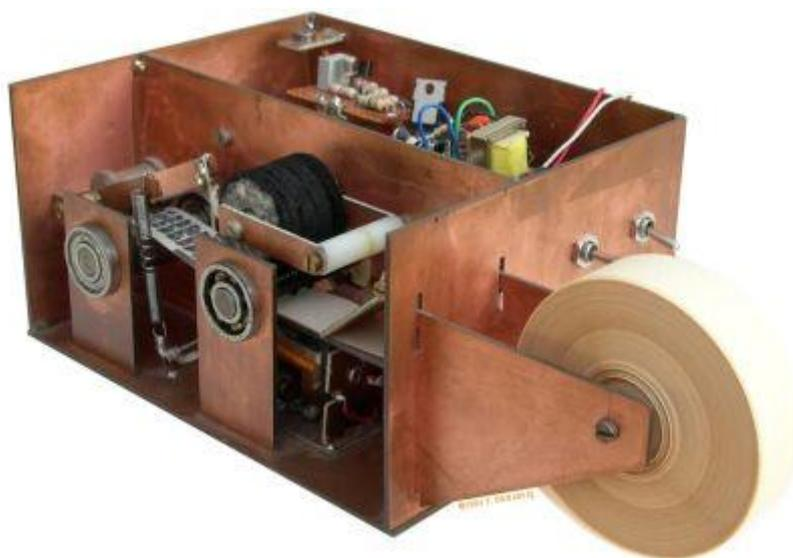

Рис. 1.10.6. Механический декодер Feld-Hell от Frank Dörenberg
- Возможность создания электромеханического приёмного устройства (Frank Dörenberg) см. рис. 1.10.6. [1]